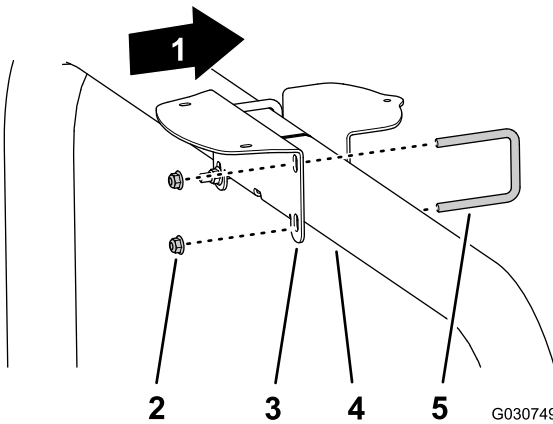

Bild 143
- Wenn die Maschine mit dem globalen Navigationssatellitensystem (GNSS) mit dem Breitbandverstärkungssystem (WAAS) ausgerüstet ist, befestigen Sie die Empfängerbefestigung mit den zwei U-Bügeln und vier Sicherungsbundmuttern (3/8") am Überrollschutzrohr (**Bild 143**).